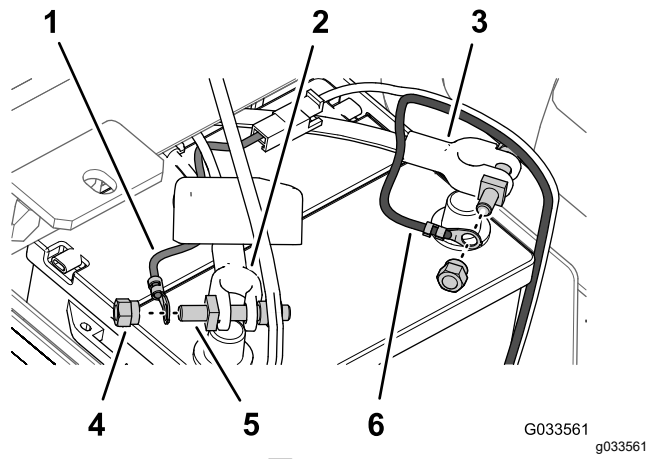

図 29
6. ヒューズ付きリンクスプレーヤ用ワイヤハーネスのリング端子を、プラスのバッテリーケーブルに組み付けてある端子ボルトの端子に、ナットで固定する図 29。
7. マイナスケーブル黒スプレーヤ用ワイヤハーネスのリング端子を、マイナスのバッテリーケーブルに組み付けてある端子ボルトの端子に、クランプナットで固定する図 29。